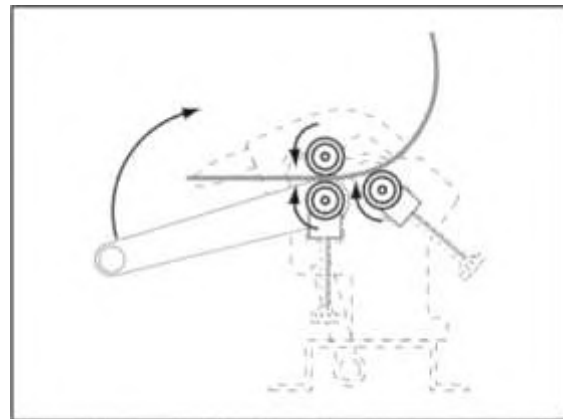

Рис. 16 Обработка заготовки
- Поворачивайте рукоятку, чтобы пропустить материал через станок. Продолжайте поворачивать до тех пор, пока заготовка не пройдет полностью через верхний и нижний ролики (Рис. 16).